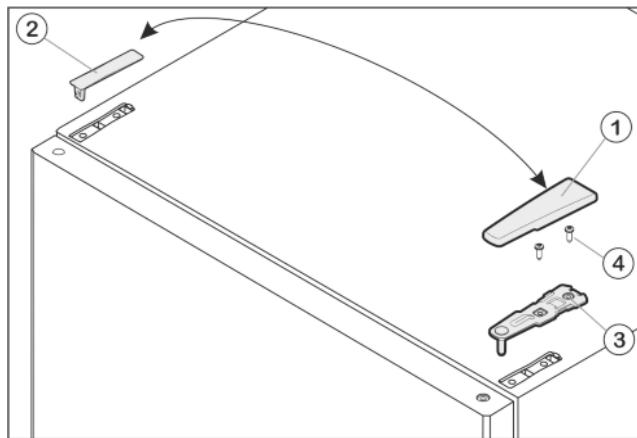

Fig. 7
- Потяните крышку Fig. 7 (1) вперед и вверх.
- Снимите крышку Fig. 7 (2).
- Открутите верхний опорный кронштейн Fig. 7 (3)(2 шт. Torx® 25) Fig. 7 (4) и вытяните вверх.
- ▶ Установите верхний опорный кронштейн Fig. 7 (3) на новой стороне шарнира и защелкните в дверце.
- ▶ Привинтите верхний опорный кронштейн (**с моментом 4 Нм**) (2 шт. Torx® 25) Fig. 7 (4). При необходимости проделайте отверстия или используйте аккумуляторную отвертку.
- ▶ Наденьте и защёлкните крышку Fig. 7 (1) и крышку Fig. 7 (2) на противоположной стороне снаружи.